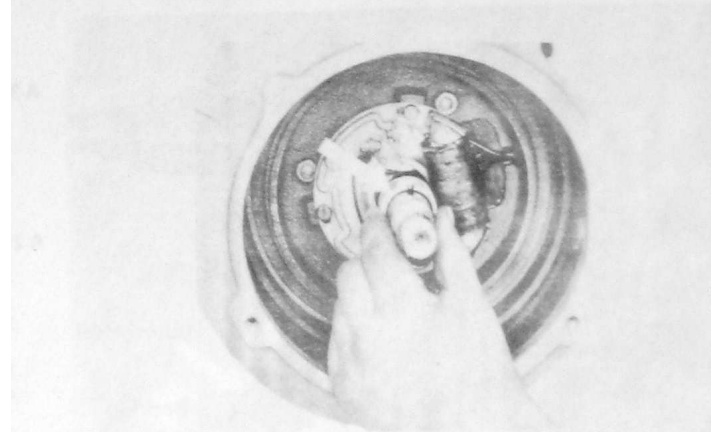

Fig. 16
2. Nocken (Fig. 16) abziehen.
2. Withdraw cam ring (Fig. 16).